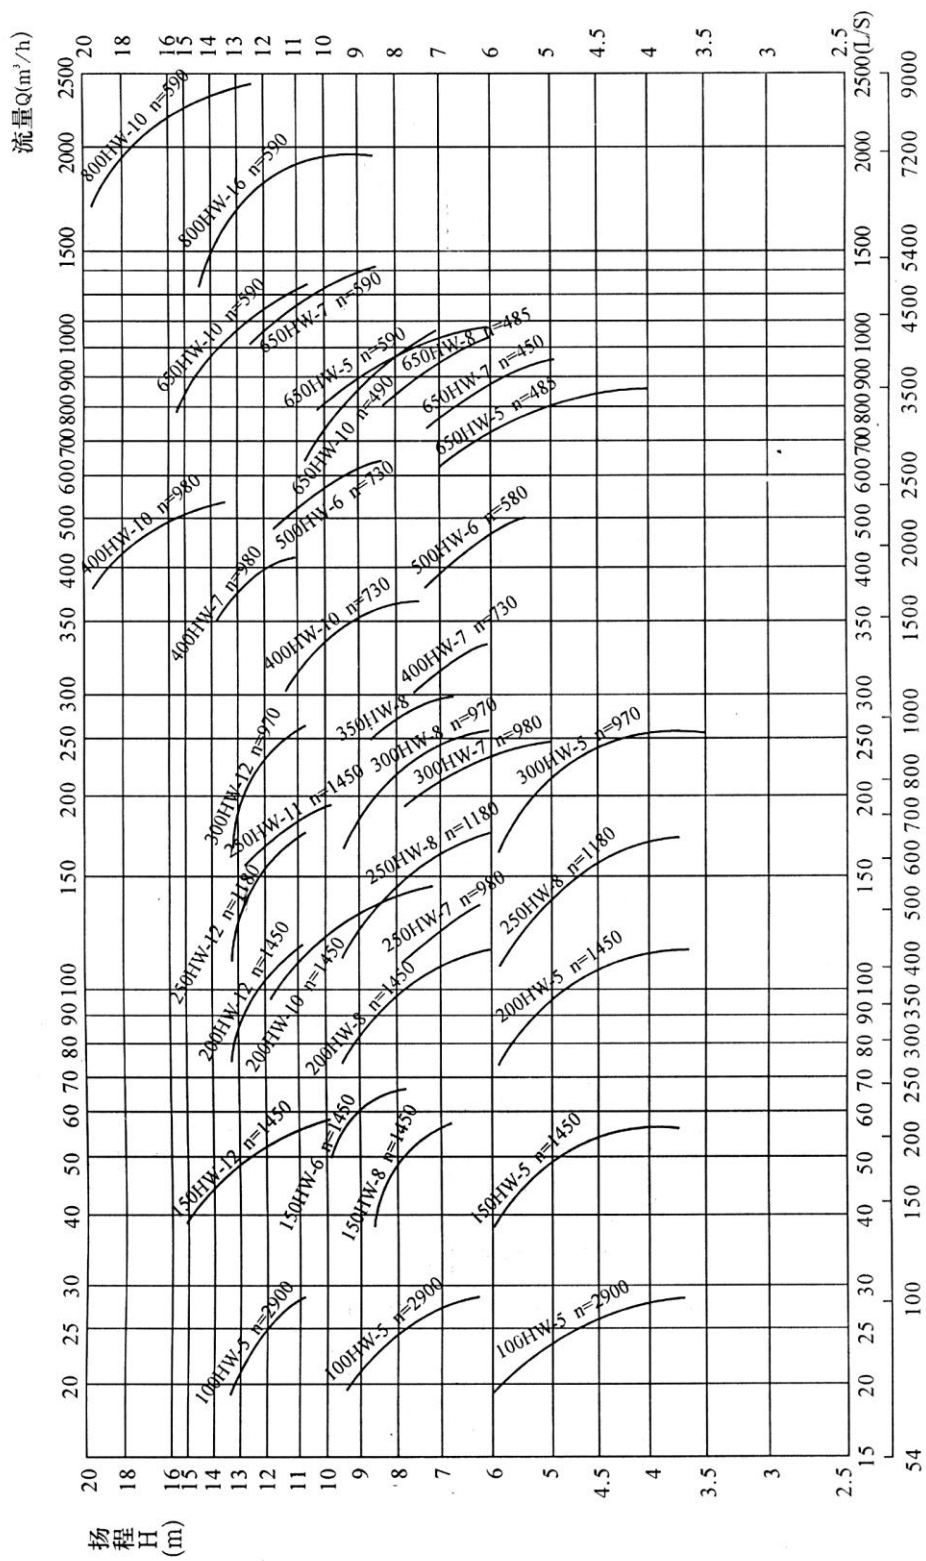

图3 HW型泵流量扬程曲线图(供用户选型)
1、泵的性能：见HW型泵流量扬程曲线图（图3）和性能表（表3、表4）